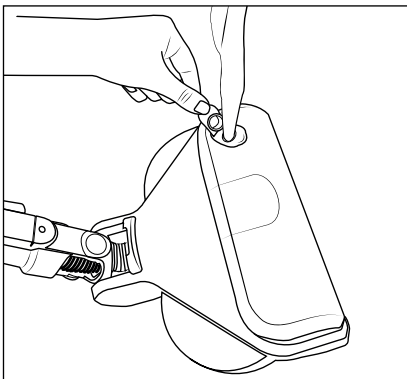

Abb. 16
- 1) Fassen Sie die Verschlusslasche 33 des Frischwasserbehälters 32 mit den Fingern und ziehen Sie diese nach oben aus der Einfüllöffnung des Frischwasserbehälters 32 (siehe Abb. 16).
- 2) Füllen Sie Leitungswasser oder destilliertes Wasser in den Frischwasserbehälter 32 (siehe Abb. 16).